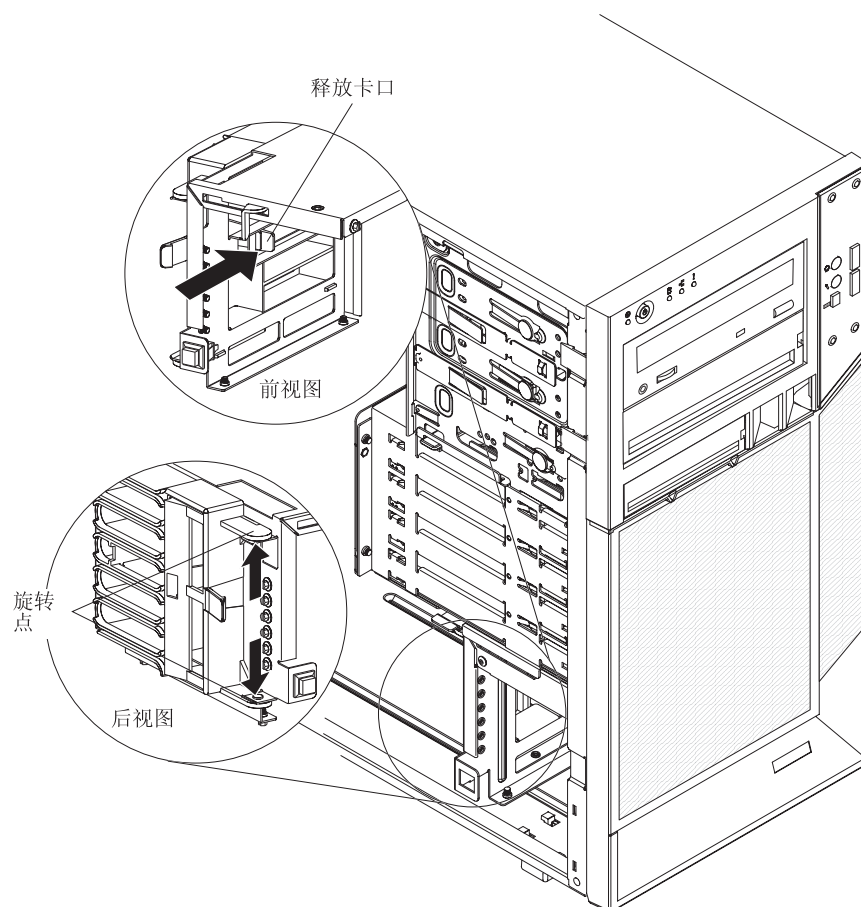

图 45. 卸下前部适配器固定支架
6. 将适配器固定支架的顶部和底部推出将固定支架与机架固定在一起的槽口（请参阅图 45）。从机架中卸下固定支架。